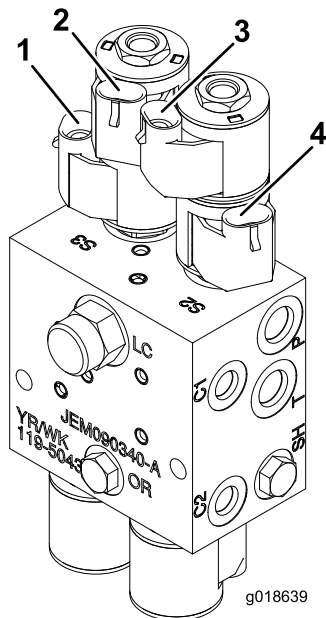

Figura 19
8. Ligue os conectores "Left Boom/Up"; "Left Boom/Down" na cablagem eléctrica às válvulas de solenóide no bloco hidráulico (Figura 19).